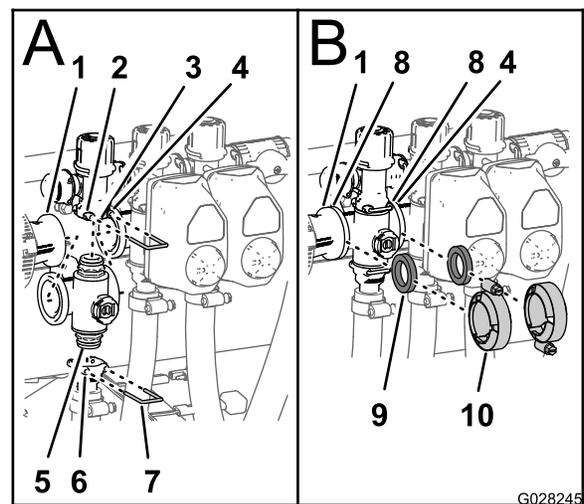

図 122
1. マニホールドバルブの上側エンドキャップフィッティングをバイパスフィッティングに取り付ける 図 122。
2. エンドキャップフィッティングをバイパスフィッティングに取り付けるバイパスフィッティングにリテーナを差し込んで固定する: 図 122。
3. 出口フィッティングを、マニホールドバルブの下側エンドキャップフィッティングに取り付ける 図 122。
4. エンドキャップフィッティングを出口フィッティングに取り付ける (出口フィッティングのソケットにリテーナを差し込んで固定する 図 122。
5. 縮径カップリングのフランジと個別ブームバルブマニホールドのにガスケットを入れる 図 122。
6. リデューサカップリング、ガスケット、個別ブームバルブマニホールドを組み立ててクランプを手締めする 図 122。
7. 一番左側のつの個別ブームバルブを取り付ける場合には、両隣のつの個別ブームバルブのフランジとの間にガスケットを入れる 図 122。
8. 両隣の2つの個別ブームバルブのマニホールドとガスケットを組み立ててクランプを手締めする 図 122。